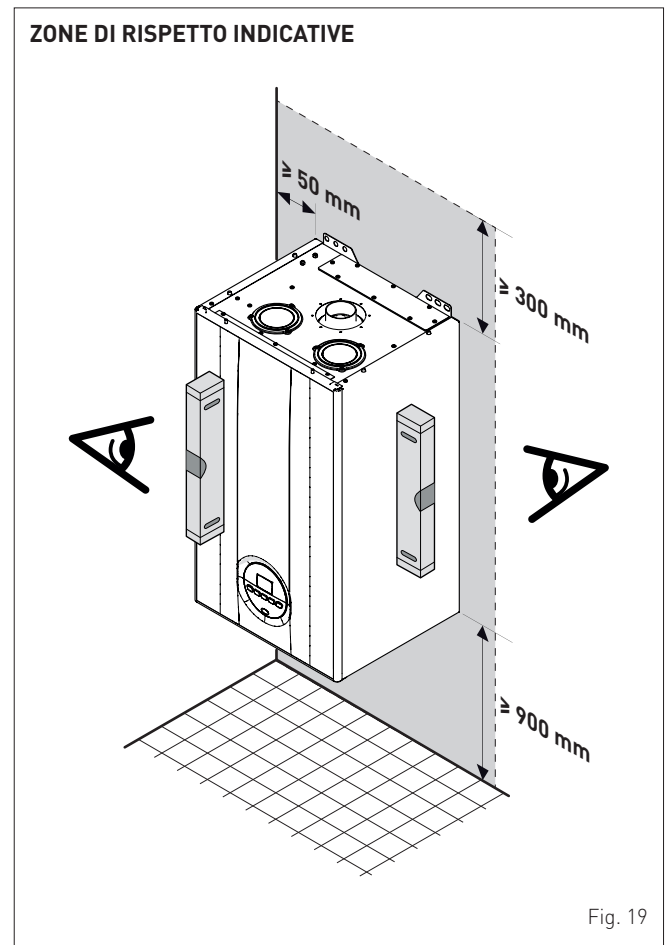

Fig. 19
- Tenere in considerazione gli spazi necessari per l'accessibilità ai dispositivi di sicurezza/regolazione e per l'effettuazione delle operazioni di manutenzione (vedere Fig. 19).